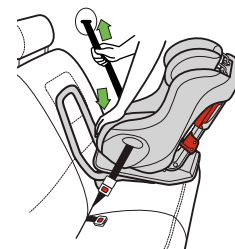

Figura 61
- Presione el centro del asiento de seguridad para oprimir el cojín del vehículo y tire de la porción de hombro del cinturón de regazo y hombro a fin de apretarlo, como se ilustra en la **figura 61**, introduciendo la cincha sobrante del cinturón en el retractor.